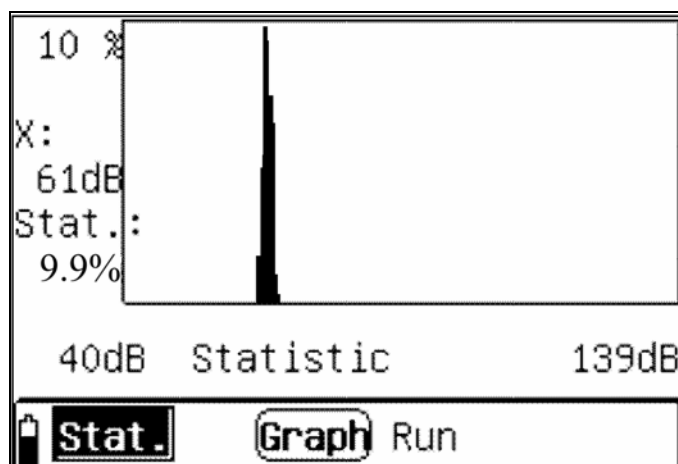

Fig. 13: Videata grafica analisi statistica
8. La videata mostra il diagramma della distribuzione statistica corrispondente alla registrazione in corso con aggiornamento ogni secondo. Sulla parte sinistra del grafico è riportata la percentuale statistica del livello di pressione sonora corrispondente al valore in dB misurato dello strumento, modificabile usando i tasti freccia “←” e “→” nell’ambito del range di misura riportato sull’asse delle ascisse. Nell’esempio di Fig. 13 il valore della pressione sonora è di 61dB nel 9.9% dei valori misurati all’interno del campo 40 – 139dB